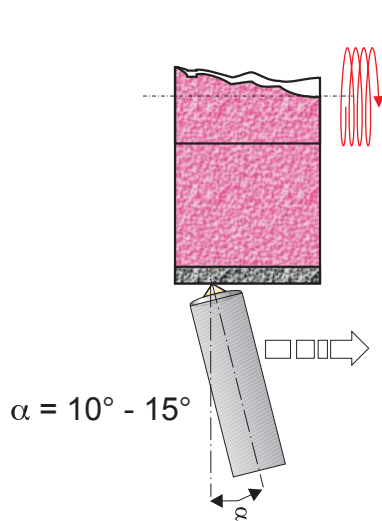

Bild 2
2. Das Diamantwerkzeug sollte in einem Neigungswinkel von 10° bis 15° stehen. Den Diamanten öfters nach Bedarf um 90° drehen, damit immer wieder eine scharfe Kante an der Spitze entsteht. (Bild 2)